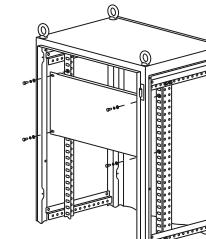

Рисунок 6
4.5.1 Закрепите уголки вертикальные в соответствии с 4.3, установите гайки кузовные M6 в передние прямоугольные отверстия уголков вертикальных в количестве и в местах, соответствующих расположению монтажной панели (рисунок 6).
4.5.2 Приложите монтажную панель к уголкам вертикальным и закрепите болтами M6×16 с шайбой и шайбой пружинной (рисунок 6). Момент затяжки 5 Н·м.